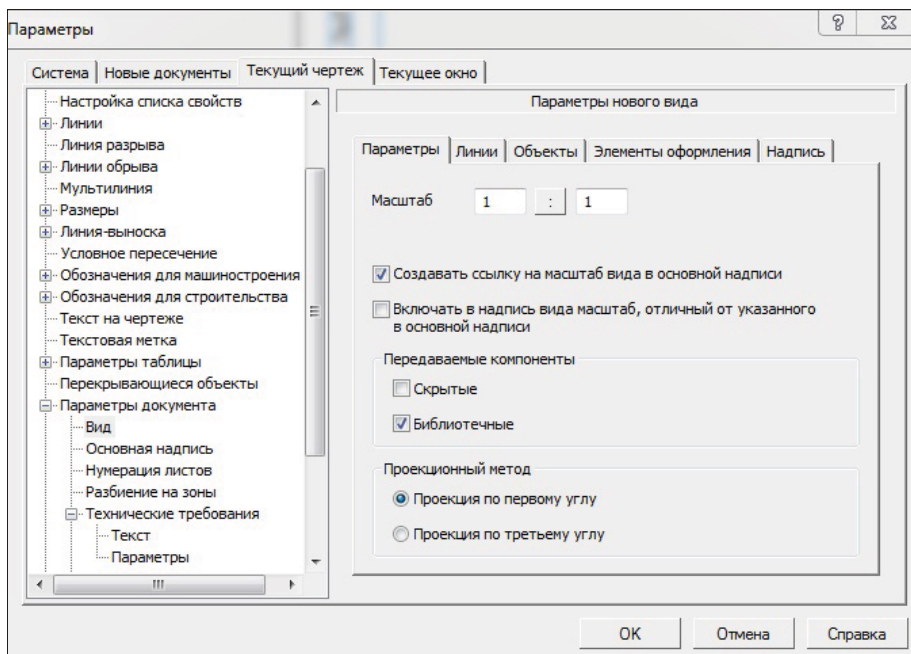

Рис. 17.32. Диалоговое окно **Параметры** с открытым пунктом **Вид** на вкладке **Параметры нового вида**
- ♦ щелкните ЛК мыши по пункту **Вид** — в правой части появилась панель **Параметры нового вида** (рис. 17.32) с четырьмя вкладками: **Параметры**, **Линии**, **Объекты** и **Элементы оформления**;